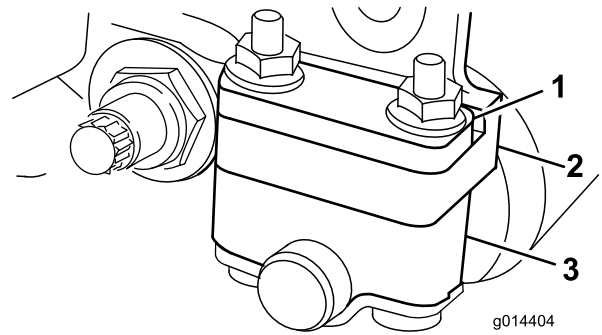
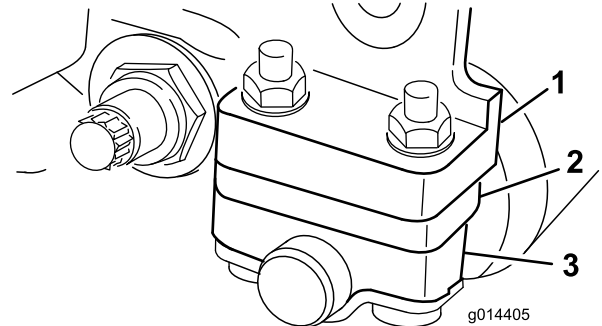

图6
图7
根据您想要的剪草高度范围，需要将后滚筒支架（图6 或图7）调整到较低或较高的位置：
- 当剪草高度设置介于 1/16 至 1/4 英寸之间时，将隔片放在侧板安装法兰的上方（出厂设置）（图6）。
- 当剪草高度设置介于 1/8 至 1 英寸之间时，将隔片放在侧板安装法兰的下方（图7）。
4. 需要时，将隔片放入滚筒支架上方或下方的螺丝上（图6 或 图7）。